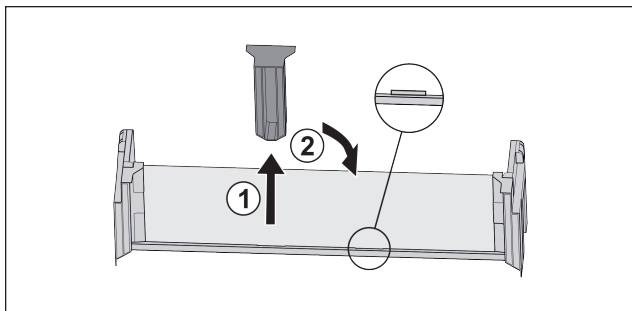

Fig. 83 *
- ▶ Снимите среднюю поддерживающую деталь Fig. 83 (1)*
- ▶ Вставьте среднюю поддерживающую деталь во вторую позицию Fig. 83 (2)*